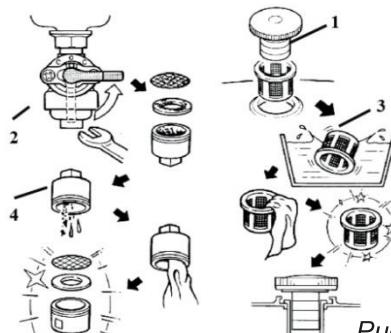

Рис. 6
- открутите крышку бензобака (1, рис.6) и колпачок крана подачи бензина (2, рис.6), стараясь не повредить уплотнение;
- удалите загрязнения с фильтров (3 и 4, рис.6) промыванием в растворителе и продувкой;
Слейте или полностью выработайте имеющееся в баке топливо (слив производится снятием колпачка крана подачи топлива (2, рис.6)).